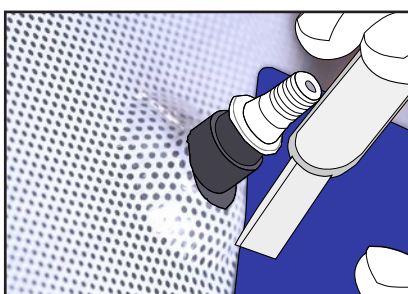

Figure 23
- ▶ Déplacer la raclette et le cutter en même temps, le long de la protection caoutchouc de l'axe d'essuie glace, pour couper le film. (FIG. 23)